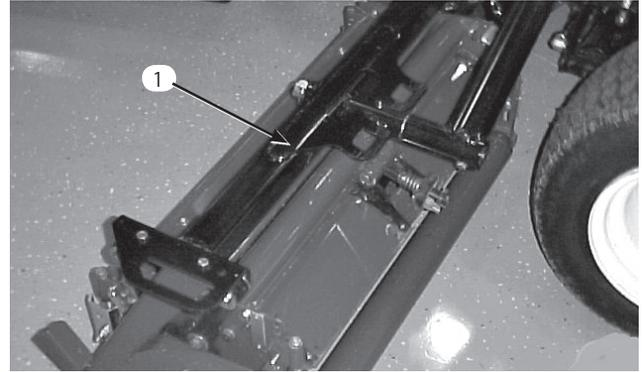
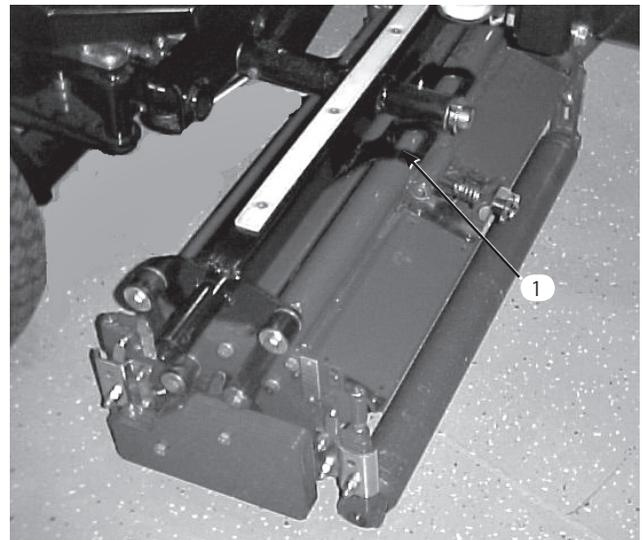
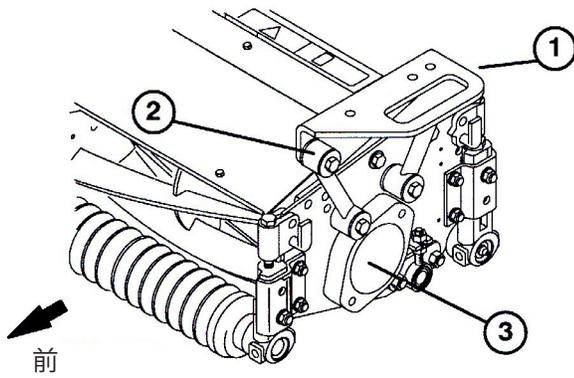

図15
図16
図17
注：昇降アームを完全に上昇させた状態で、ホースが図17のようなルートを通ることが必要です（隙間の大きさが1～3mm）。
2. 前キャリア・フレーム (図15) を各前カッティングユニットに載せる。取り付け穴を取り付けリンクに合わせる (図17)。
3. 後キャリア・フレーム (図16) を後カッティングユニットに載せ、取り付け穴を取り付けリンクに合わせる (図17)。
4. キャップスクリュ (3/8-16×2-1/4)、平ワッシャ2個、ロックナットを使用して、取り付けリンクとキャリア・フレームを連結する (図17)。リンク両側にワッシャを1枚ずつ使用する。31 ft-lb (4.3 kg.m) にトルク締めする。
3. 残りのカuttingユニットについても、ベアリング・ハウジングに取り付けてある出荷用のプラグを取り外す (図17)。